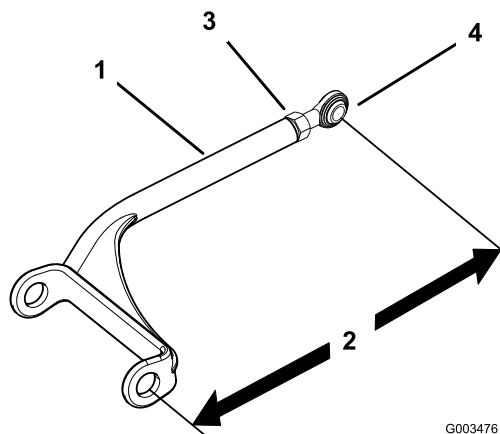

Figure 54
1. Desserrez l'écrou de blocage et tournez la rotule dans le sens anti-horaire, un tour à la fois (Figure 54).
2. Réglez chaque côté de la même façon. Chaque bras de poussée devrait mesurer 384 mm (15-1/8") (Figure 54).